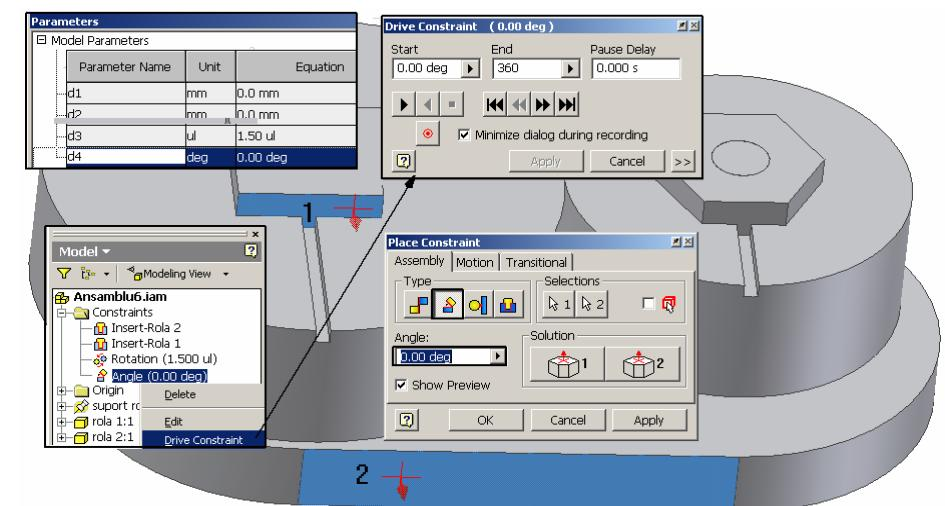

Figura 3.6.10.
- aliniere **Type - Angle, Angle = 0** suprafața laterală frontală pătrat **Rola 2** cu suprafața laterală frontală **suport role** – lansare comandă **Constraint**, click punctul 1, click punctul 2, butonul **Apply**, figura 3.6.10. În urma operației, dacă se punctează icoana **Parameters** din panelul **Part Features**, va apărea fereastra
Însă constrângerea **Angle** beneficiază de opțiunea **Drive Constraint**, figura 3.6.10. Dacă vom activa această opțiune, prin selecție din meniu contextual, activat prin buton dreapta mouse pe numele constrângerii conducedătoare **Angle**, în panelul **Browser Bar**, figura 3.6.10 și vom impune valoarea **End = 360** și vom declanșa simularea prin butonul **Forward** al ferestrei **Drive Constraint**, vom putea vizualiza mișcarea mecanismului, constând în rotația rolei 2 corelată cu mișcarea rolei 1. Rotația rolei 2 este generată de fapt prin variația valorică a unghiului impus prin constrângerea **Angle**.